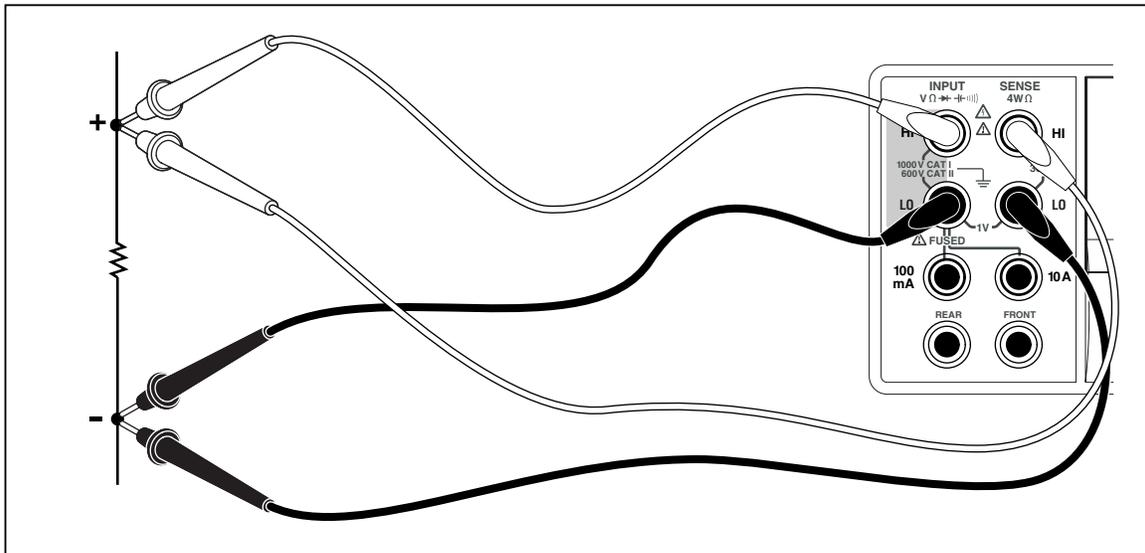

Figura 4-2. Collegamenti in ingresso per le misure di resistenza a 4 fili
- Collegare i cavetti di prova ai connettori di ingresso del multimetro, come indicato nella Figura 4-2.